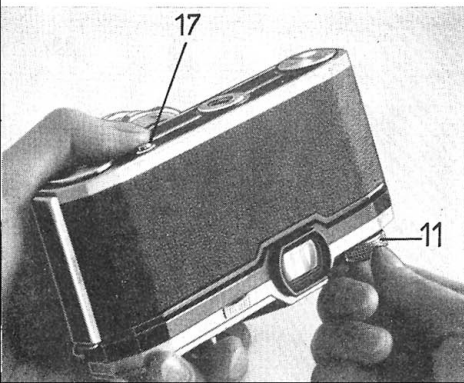

Abb. 16
Hierzu wird der Knopf (17) am Gehäuseboden tief eingedrückt und gleichzeitig der Rückspulknopf (11) in Pfeilrichtung gedreht (Abb. 16), bis der Filmanfang aus der Befestigung der Aufwickelspule gleitet. Dies ist daran zu erkennen, daß sich der Rückspulknopf nach Überwindung eines gewissen Widerstandes plötzlich leicht drehen läßt.